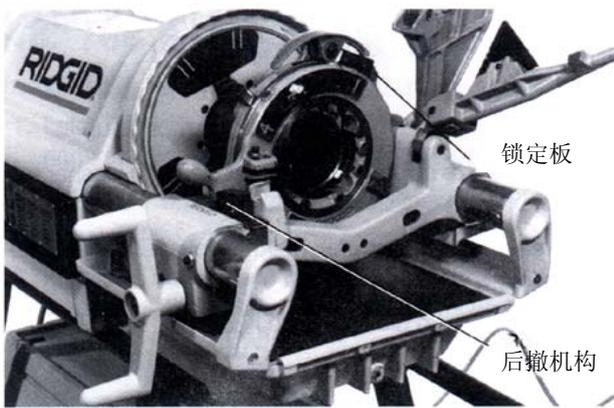

图 13—锁定板定位，进行 NPT/BSPT 锥螺纹套丝
10. 完成割管后，后撤机构就会自动地打开板牙(见图 13)